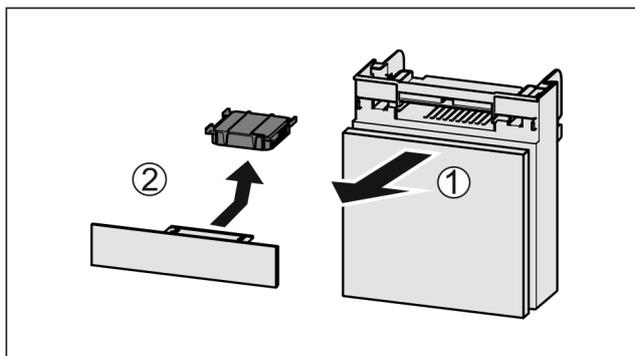

Fig. 136
- ▶ Extraire le compartiment par l'avant Fig. 136 (1).
- ▶ Sortir le filtre à charbon actif Fig. 136 (2).